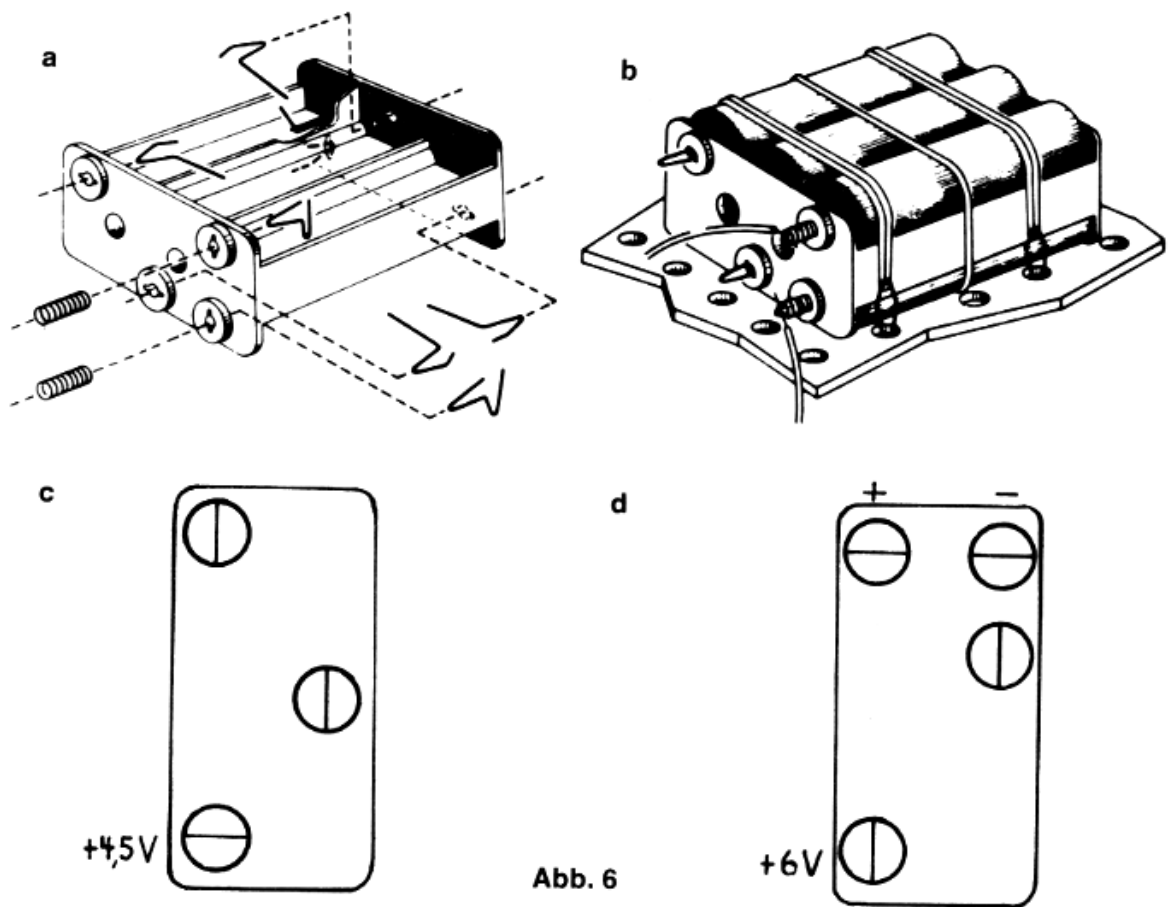

Abb. 6
Stecke die Federn in den Batteriehalter, wie in Abb. 6 a gezeigt wird, und lege gleich die sechs Mignon-Zellen 1,5-V in die entsprechenden Fächer. Wie sie hineingelegt werden müssen, kannst du in dem Batteriehalter erkennen. Danach spanne ein Gummiband herum, damit die Batterien nicht herausfallen können. Befestige den Halter auf der Grundplatte mit zwei Gummibändern und vier Haarnadelfedern (20) oder mit einem isolierten Draht (Abb. 6 b).
Bei einigen Geräten werden neben den Minus 0-V und Plus 9-V noch andere Spannungen benötigt. Aus den Abb. 6 c und 6 d er siehst du, wo die Anschlußklemmen für 4,5-V und 6-V liegen. Stecke auf die entsprechende Klemme eine Spiralfeder (22), drücke sie nieder und befestige in der entstehenden Öffnung den dritten Anschlußdraht.